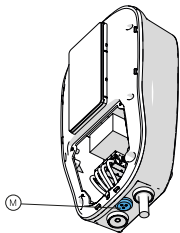

Abb. 3b
- Für **Dazebox Home und Share T / S / TK / SK**, dargestellt in Abbildung 3b, 3c, 3d, 3e, 3f, 3g, 3h, 3i, 4b, 4c, 4d, 4e, 4f, 4g, 4h, 4i, führt das geschirmte Netzkabel durch ein Loch in der Kabeldurchführungsmembran (M).